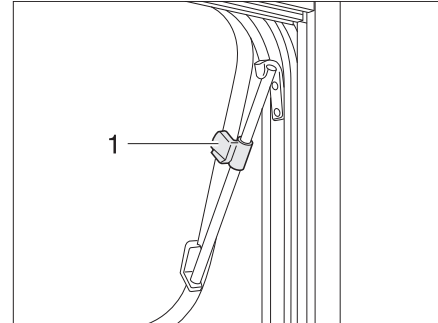

Fig. 54 Fenêtre projetante avec bras pivotants, ouverte
- Ouvrir la fenêtre projetante jusqu'à la position voulue et la bloquer avec la molette (Fig. 54,1).
- Tourner la molette (Fig. 54,1) jusqu'à ce que le dispositif de blocage soit libéré.